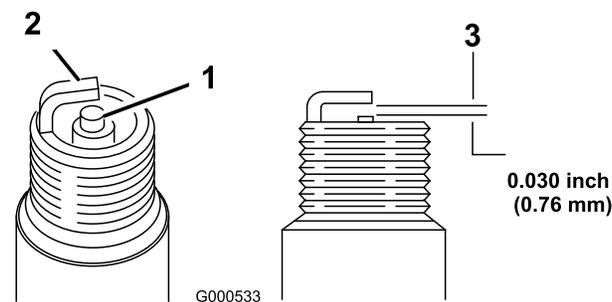

Figura 24
1. Mire la parte central de la bujía (Figura 24). Si se observa un color gris o marrón claro en el aislante, el
2. Compruebe la separación entre los electrodos central y lateral (Figura 24). Si la distancia no es correcta, doble el electrodo lateral.